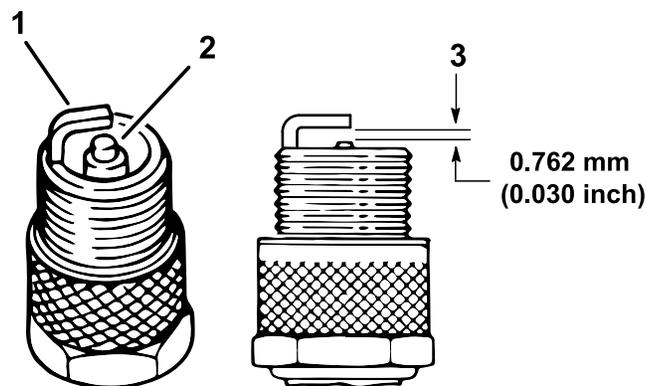

図 37
4. 電極 (側面と中央) と碍子の状態を点検する (図 37)。
5. (図 37)のように、電極間のエアギャップを0.762 mm に調整する。